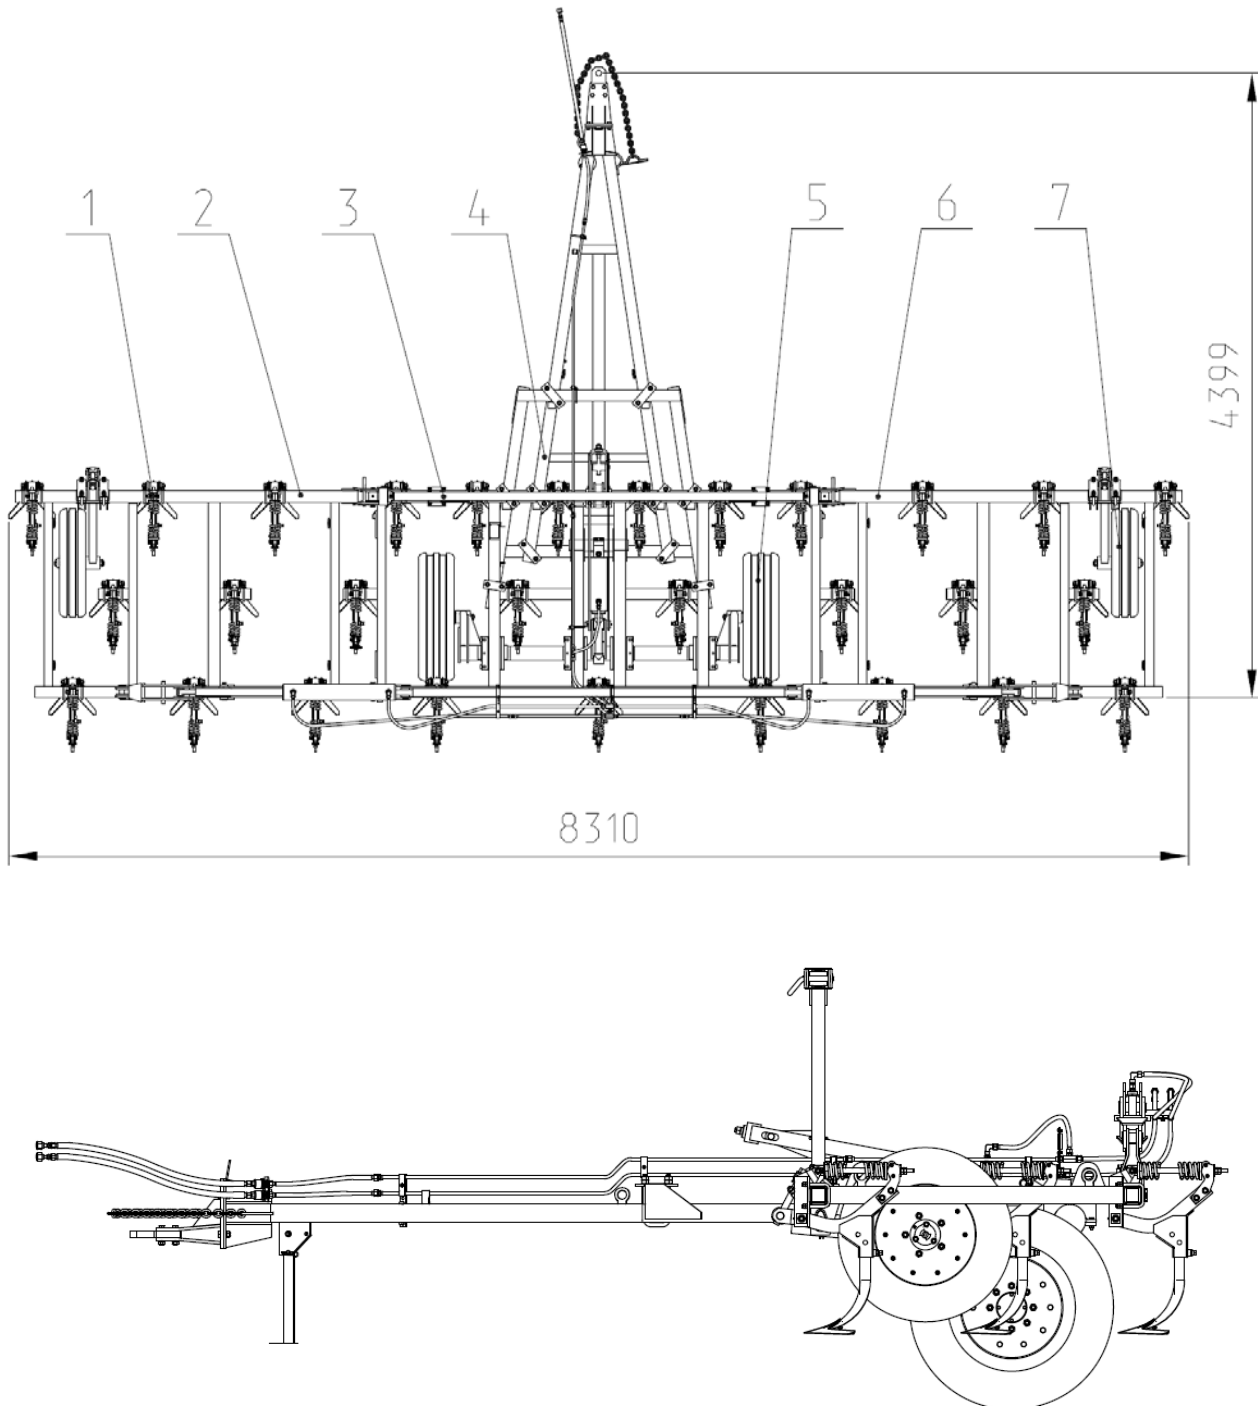

Рис.1 Культиватор КСП-8
2.1 Культиватор (Рис.1, 1-1) представляет широкозахватную прицепную машину с шарнирно-секционной рамой, с трехрядным расположением рабочих органов 1.
Рис.1а КСП-8 Расположение центр масс.
2.2 Культиватор (рис.1, 1-1) агрегируется за прицепное устройство трактора посредством снорца 4, на пневматических шинах колесной пары 5.